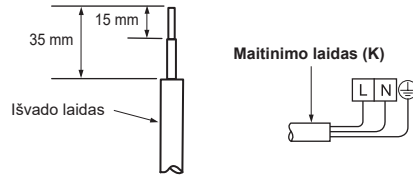

Fig. 1
- Išpilamoji žarnelė turi būti nukreipta žemyn, kad srovė tekėtų lengvai. (Fig. 1)
- Vamzdelių pjovikliu taisyklingai nupjaukite varinį vamzdelį. (Fig. 1, 2)